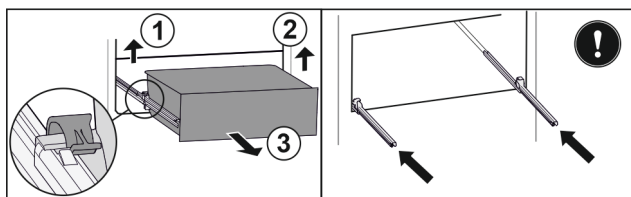

Fig. 177
- ▶ Приподнимите левый зажим и одновременно вытяните движением вперед выдвижной ящик слева. Fig. 177 (1)
- ▶ Приподнимите правый зажим и одновременно вытяните движением вперед выдвижной ящик справа. Fig. 177 (2)
- ▶ Извлеките выдвижной ящик движением вперед. Fig. 177 (3)